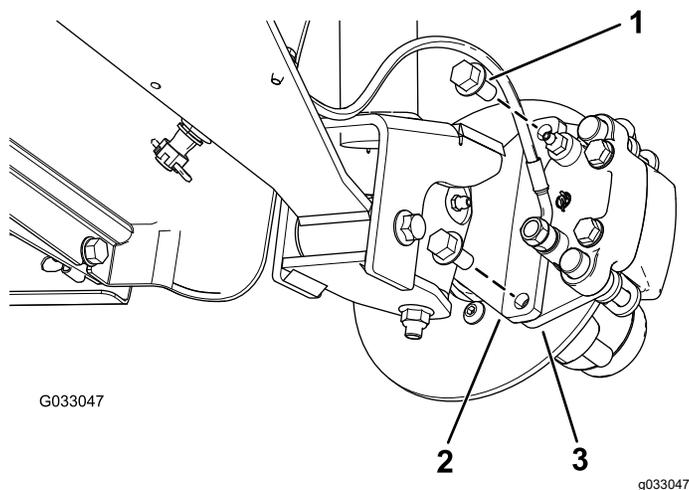
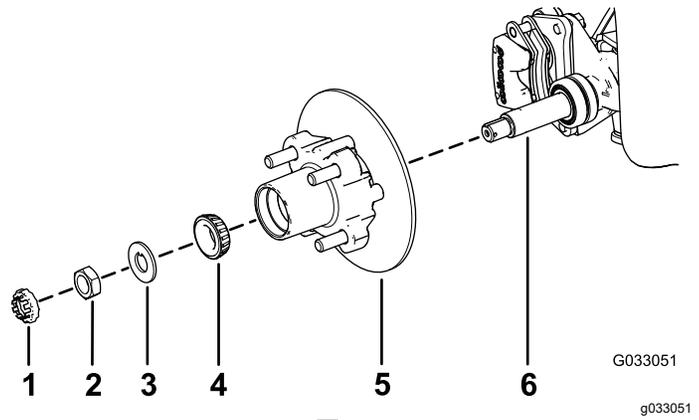

図 26
図 30
3. ブレーキアセンブリ用のブラケットをスピンドルに固定しているフランジヘッドボルト $\frac{3}{8}$ " x $\frac{3}{4}$ "を外してスピンドルからブレーキを取り外す 図 26。
1. スピンドルに所定のグリスを薄く塗る 図 30。
2. ハブとロータをスピンドルに取り付ける。ロータを内側にすること 図 30。
3. スピンドルに外側ベアリングを取り付けてレースにはめる 図 30。
4. スピンドルにタブワッシャを取り付ける 図 30。
5. スピンドルにスピンドルナットを取り付け、ハブを回してベアリングを着座させながらナットを 15 N·m 1.52 kg·m = 11 ft·lb に締めつける 図 30。
- ブレーキパッドをロータのそれぞれの側に合わせ 図 26、キャリパブラケットの穴と、スピンドルフレームのブレーキ取り付け部の穴を整列させる 図 30。
- キャリパブラケットをスピンドルフレームに固定する 図 26 フランジヘッドボルト $\frac{3}{8}$ " x $\frac{3}{4}$ " 2本を使用する。